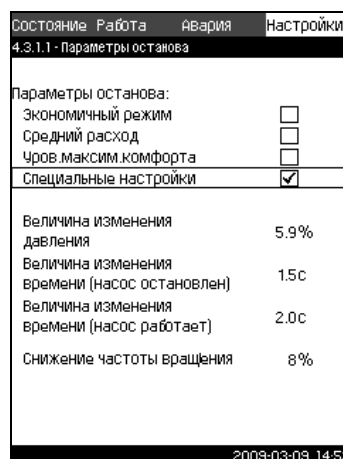

Рис. 66 Специальные настройки
8. Выберите один из параметров останова с помощью \checkmark или \uparrow и сохраните нажатием ok . Если выбраны **Специальные настройки**, необходимо задать параметры, показанные на рис. 66. См. примеры ниже.